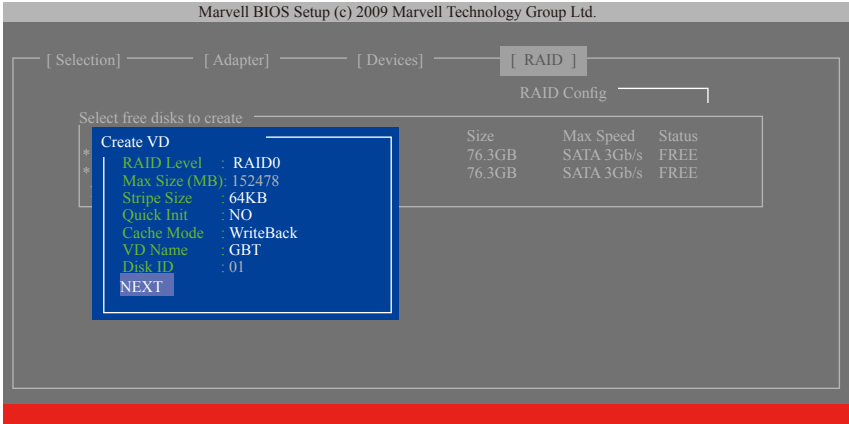

图7
- 6. NEXT: 完成以上设定请到「NEXT」项目按<Enter>键。当确认信息出现时, 确定制作磁盘阵列请按<Y>, 取消请按<N> (图7)。